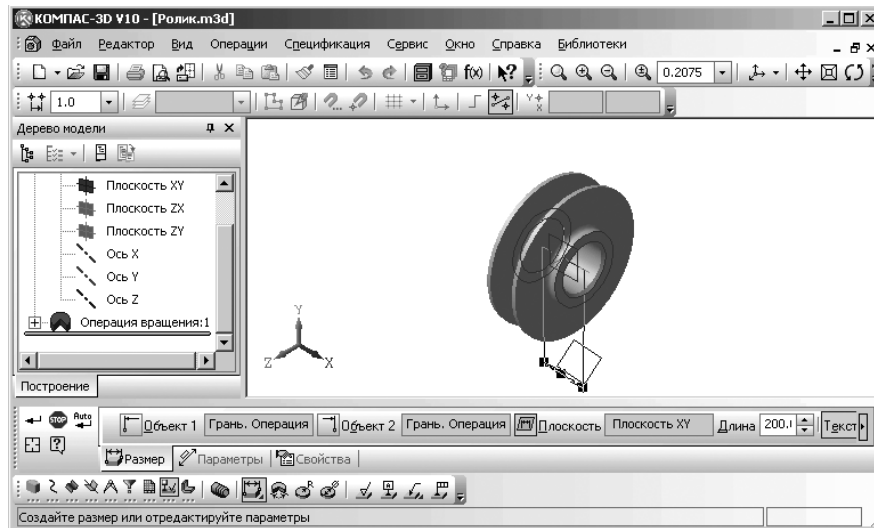

Рис. 3.137. Главное окно системы в режиме завершения простановки линейного размера
- щелкните на панели инструментов **Вид** по кнопке  **Ориентация**, а затем по пункту **Изометрия XY** для возвращения модели **Ролик** в первоначальное положение отмены режима поворота модели. Это состояние показано на рис. 3.137.